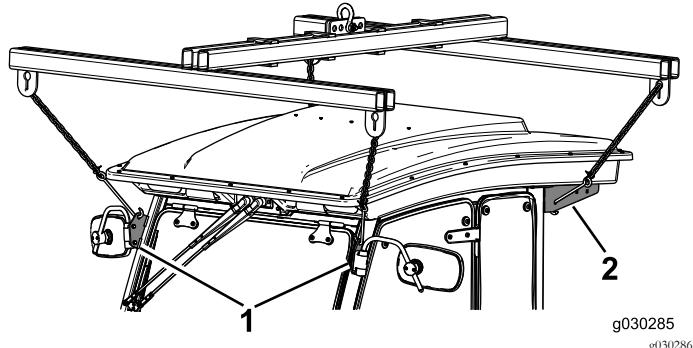

Figura 17
- Ligue o guincho da cabina aos 4 pontos de elevação na unidade da cabina (Figura 17).